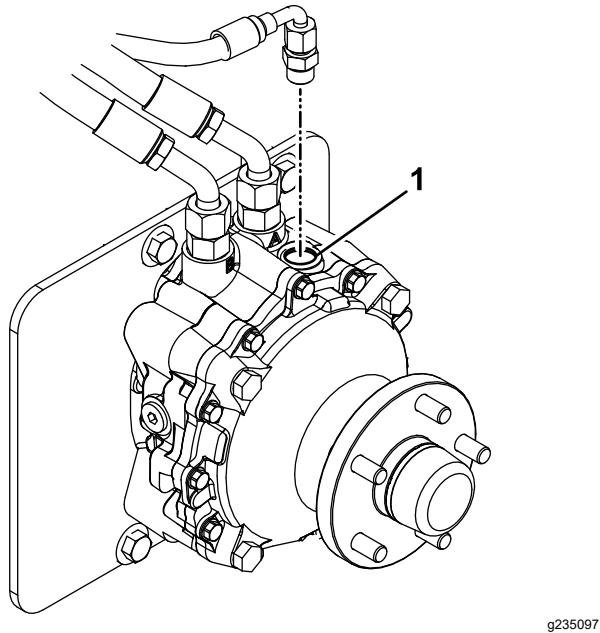

Figure 69
9. Enlevez le bouchon de l'orifice de remplissage au sommet de chaque moteur de roue (Figure 69).